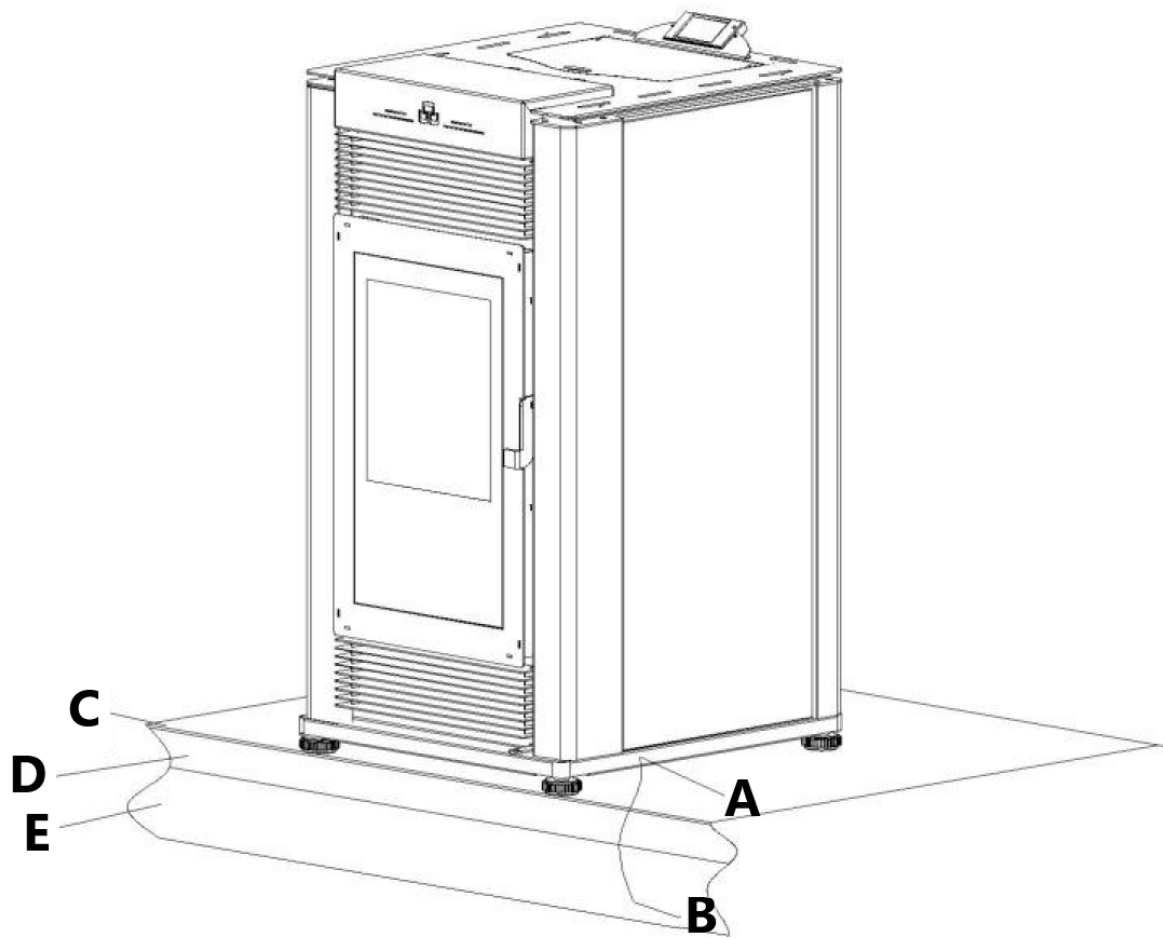

Figura 21
- Atornillar permanentemente la estufa al suelo. Utilice 4 tornillos [A] a través de los 4 orificios ubicados en los lados izquierdo y derecho de la placa base como se muestra en la figura 21.